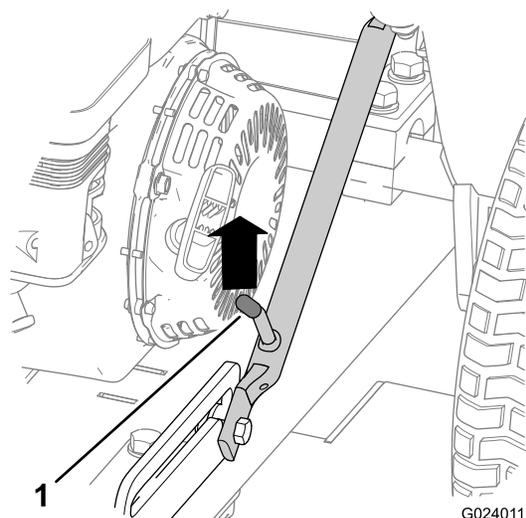

Figura 6
3. Empuje la barra de tracción hacia arriba hasta que la palanca de cierre se desenganche de la muesca de la guía (Figura 6).